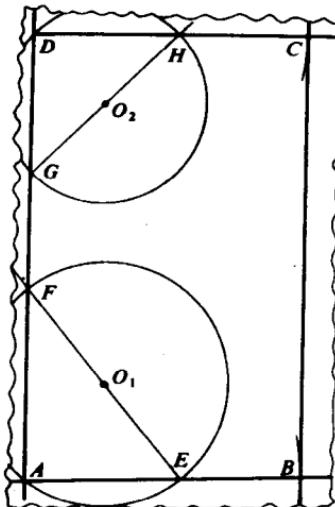

图 8
① 长半径等于长中心线之半，短半径等于短中心线之半。
5. 截剪大矩形划线（见图 8）